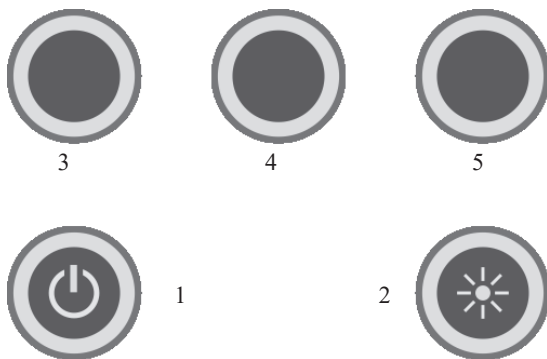

Рис.2 Кнопки управления: 1 – кнопка включения/выключения прибора; 2 – кнопка подсветки дисплея; 3, 4, 5 – функциональные кнопки.
На лицевой стороне БОИ расположены: дисплей и органы управления: кнопки ВКЛ./ВЫКЛ., ПОДСВЕТКА и три функциональные кнопки (Рис.2). На обратной стороне БОИ расположена крышка батарейного отсека.
5.6 Включение прибора и его отключение производится однократным нажатием кнопки ВКЛ./ВЫКЛ. (1, Рис.2).
(В) – экран отображает текущие измеряемые значения. Нажатие функциональной кнопки 3 (3, Рис.2) сохраняет текущее значение освещенности в память прибора. Длительное нажатие кнопки 3 включает/выключает режим “Логгер” - режим сохранения данных в память прибора, с заданной периодичностью. При нажатии функциональной кнопки 4 (4, Рис.2), на дисплее запоминается текущее значение освещенности - режим “Пауза“. Повторное нажатие функциональной кнопки 4 отключает режим “Пауза“. Нажатие функциональной кнопки 5 (5, Рис.2) позволяет перейти в меню настроек прибора.
Нажатие и удержание функциональной кнопки 4 (4, Рис.2) в любом из пунктов меню настроек прибора, позволяет вернуться в режим измерений (к экрану (B)).